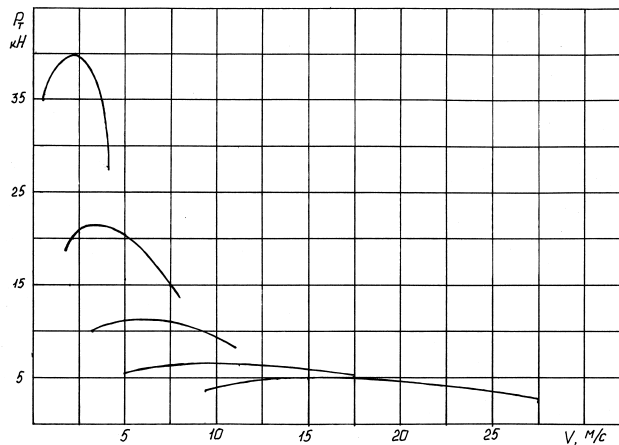

Рисунок 1. Тяговая характеристика автомобиля
1. Используя тяговую характеристику автомобиля (рис.1), найти мощность и крутящий момент двигателя, если частота вращения коленчатого вала 2800 об/мин; мощность двигателя в 6 раз больше мощности, теряемой в трансмиссии; размер шин 12-20; передаточное число трансмиссии 6,45.